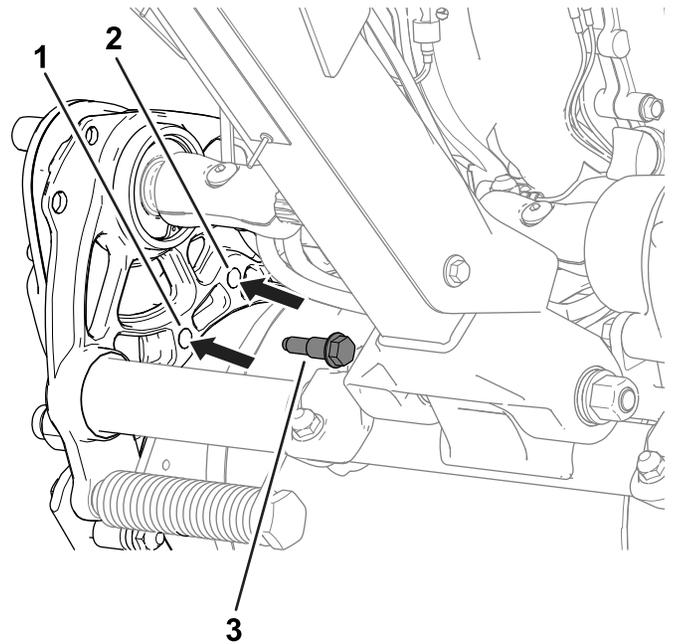

Figure 18
4. Servez-vous des boulons à épaulement précédemment retirés pour fixer le carter d'entraînement au châssis (Figure 18).
2. Déposez les boulons à épaulement (Figure 18) de chaque côté de la machine, qui fixent le carter d'entraînement du tambour au châssis.